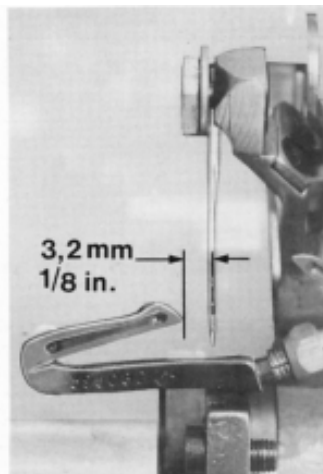

FIG. 4
Now insert lower looper (A, Fig. 4) into bar (B). With lower looper at the left end of its stroke, set looper point 3.2mm (1/8") from the center of the needle, using looper gauge No. 21225-1/8.
Jetzt schieben Sie den Untergreifer (A, Fig. 4) in die Stange (B). Wenn der Untergreifer in seiner Endstellung links ist, stellen Sie die Greiferspitze mit einem Abstand von 3.2mm zur Nadelmitte ein. Verwenden Sie dazu die Greifereinstellehre Teil-Nr. 21225-1/8.